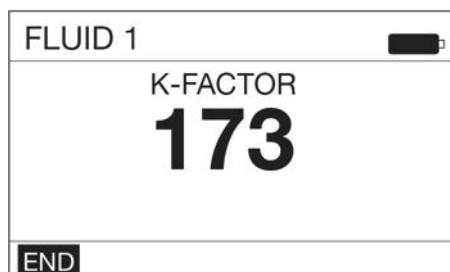

FIG. 63
6. Une fois qu'un (1) quart US ou un (1) litre de fluide précisément a été distribué dans le flacon, appuyer sur la touche **ENTRÉE** sur le clavier pour sélectionner l'option **END** (Terminer). L'écran affiche alors la quantité de fluide distribué (la Fig. 63 illustre un exemple d'écran de volume distribué).